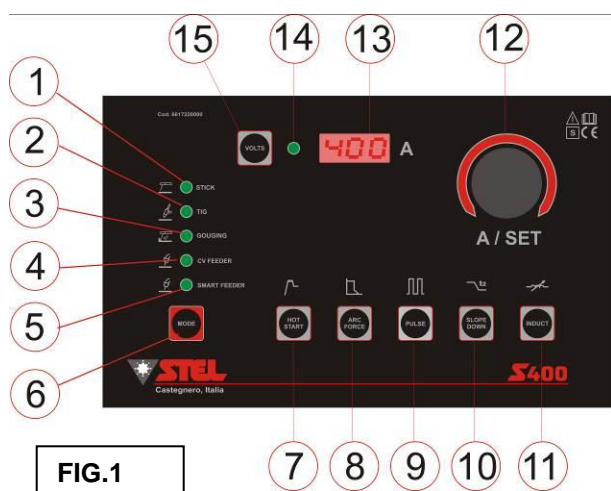

FIG.1
- 5) Premere il pulsante **MODE** (rif.6) fino a selezionare la modalità **ELETTRODO**, indicata dall'accensione del rispettivo LED (Fig1,rif.1);
- 6) Impostare la corrente di saldatura con l'encoder di regolazione A/SET (Fig1,rif.12);
Premendo il pulsante **Hot start** (Fig1,rif.7) appare nel display la scritta **Hs** e ruotando l'encoder **A/SET** (Fig1,rif.12) è possibile regolare il valore di Hot start.
Premendo il pulsante **Pulsazione** (Fig1,rif.9) appare nel display la scritta **Pul** e ruotando l'encoder **A/SET** (Fig1,rif.12) in senso orario o anti orario si attiva la pulsazione **ON** o si disattiva **OFF**. La funzione attiva è segnalata con il lampeggio di due puntini nel display.
- 2) Tener premuto il pulsante **MODE** (Fig1,rif.6) sul pannello frontale della macchina per circa 4 secondi, rilasciare poi il pulsante; il led della modalità di saldatura lampeggia, (FUNZIONE V.R.D. INSERITA V out 18V). La modalità VRD rimane inserita anche dopo lo spegnimento e la riaccensione della macchina
- 5) Premere il pulsante **MODE** (Fig1,rif.6) fino a selezionare la modalità TIG, indicata dall'accensione del rispettivo **LED** (Fig1,rif.2);
- 7) Impostare la corrente di saldatura con l'encoder di regolazione **A** (Fig1,rif.12);
Premendo il pulsante **Slope Down** (Fig1,rif.10) appare nel display la scritta **Sld** e ruotando l'encoder **A/SET** (Fig1,rif.12) è possibile regolare il valore di slope down.
Premendo il pulsante **Pulsazione** (Fig1,rif.9) appare nel display la scritta **Pul** e ruotando l'encoder **A/SET** (Fig1,rif.12) in senso orario o anti orario si attiva la pulsazione ON o si disattiva OFF. La funzione attiva è segnalata con il lampeggio di due puntini nel display.
5. Premere il pulsante **MODE** (Fig1,rif.6) fino a selezionare la modalità **GOUGING**, indicata dall'accensione del rispettivo **LED** (Fig1,rif.3);